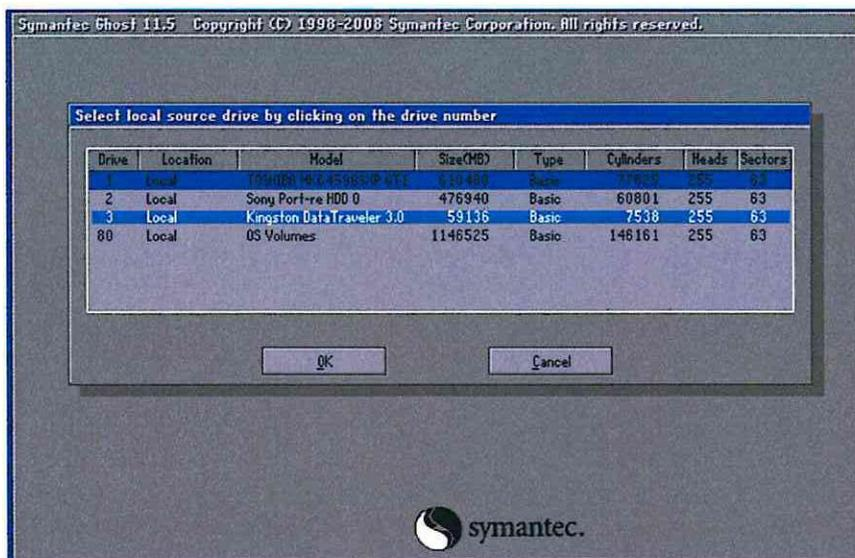

Рисунок 2. Выбор диска или раздела.
7.1.2 В открывшемся окне, в появившейся таблице, выбираем диск или раздел (например, диск C) (Рисунок 2).